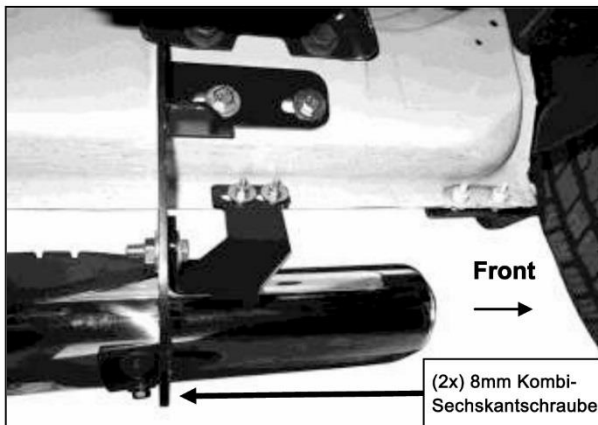

Bild 19
7. Nehmen Sie das Schwellerrohr für die Fahrerseite. Legen Sie das Rohr vorsichtig auf die 3 Montagehalter. **WICHTIG:** Schieben Sie das Schwellerrohr nicht auf den Halterungen hin und her um die richtige Position zu finden. Dies kann zu Beschädigungen/Kratzern am Schwellerrohr führen. Befestigen Sie das Schwellerrohr an den 3 Halterung mit (6x) 8mm Kombi-Sechskantschraube (**Bild 19 - 21**). Ziehen Sie die Schrauben nur handfest an!